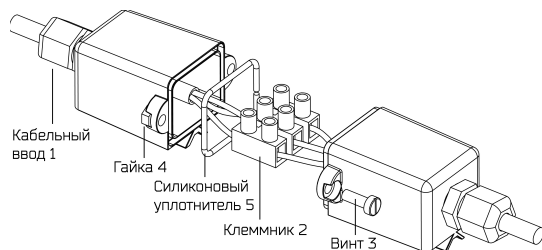

Рис. 3. Клеммная коробка.
8.2. Открыть клеммную коробку, открутив винты 3 с гайками 4 (рис. 3).